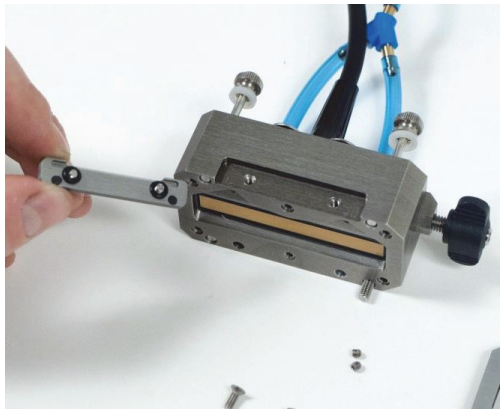

图 3-14 拆下的侧面板
7. 拆下侧面板，将螺钉和 O 型环保留在板子上（参见第 48 页的图 3-14）。